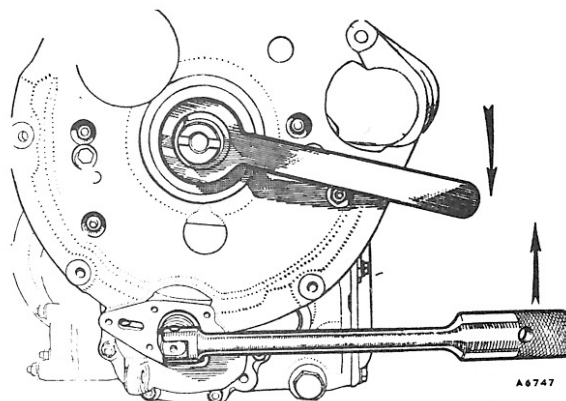

Fig. Aa.8
- koblingens udgangshjul og tag indgangshjulets selvlåsende møtrik af (fig.Aa.8).